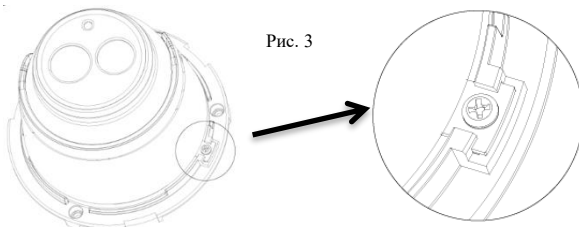

Рис. 3
4. На основании камеры ослабьте винт фиксации кронштейна, но не откручивайте до конца (рис.3).